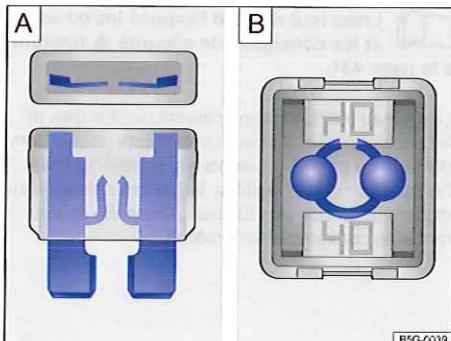

Fig. 251 Fusible grillé : A : fusible enfichable plat, B : fusible-bloc
- Un *fusible enfichable plat (ATO[®], MINI[®])* grillé est reconnaissable à la bande de métal fondu visible par le haut et le côté du boîtier transparent → fig. 251 A.
- Lorsqu'un *fusible-bloc (JCASE[®])* est grillé, la bande de métal fondu est visible par le haut à travers le boîtier transparent → fig. 251 B.